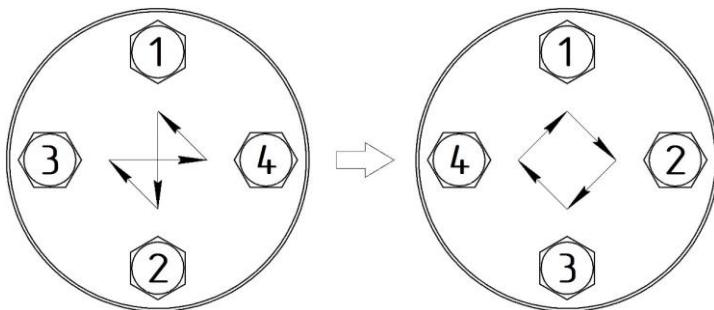

Рисунок 8.1 – Схема затяжки гаек фланцевого соединения
- Позиционирование отверстий под шпильки обеспечьте поворотом тарелок фланцев (25) вокруг собственной оси. В отверстия вставьте шпильки, после чего на них наверните гайки таким образом, чтобы шпилька выступала над торцом гайки на 2...3 витка
- 7) Затяните накидные гайки (7) с моментом затяжки, достаточным для обеспечения герметичности, но не превышающим значение в таблице 2.1.
- Затяжку гаек фланцевого соединения следует выполнять равномерно в 3...4 подхода в последовательности «крест-накрест» (см. рис. 8.1). В качестве последней операции рекомендуем затяжку по кругу.